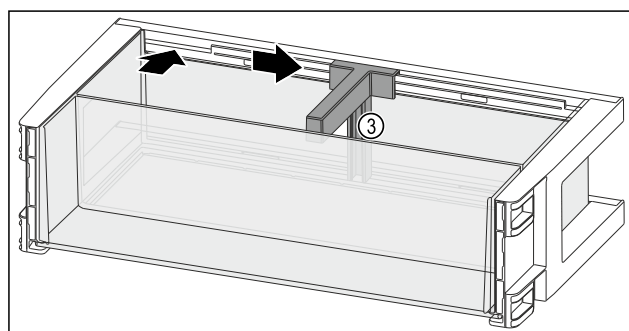

Fig. 113
- Flessenhouder Fig. 113 (3) in de uitsparing plaatsen.
- Flessenhouder Fig. 113 (3) in de gewenste positie opzij schuiven.